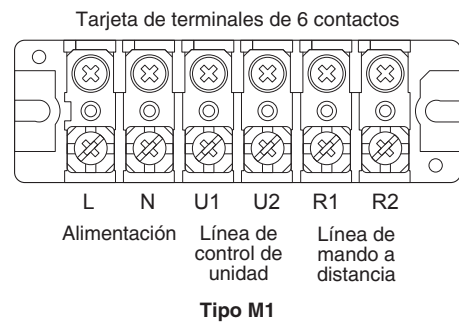

Fig. 4-2
- (1) Consulte el apartado "4-2. Longitud y diámetro de cables recomendados para el sistema de alimentación" para la explicación de "B", "C", "D" y "E" en el diagrama anterior.
- (2) El diagrama de conexiones básicas de la unidad interior muestra las tarjetas de terminales, por lo que las tarjetas de terminales de su equipo pueden ser distintas de las ilustradas. (Fig. 4-2)
- (3) Deberá ajustarse la dirección del circuito de refrigerante (R.C.) antes de activar la alimentación.
- (4) Con respecto al ajuste de la dirección R.C., consulte las instrucciones de instalación suministradas con la unidad del mando a distancia (opcional). El establecimiento automático de direcciones se puede ejecutar con el mando a distancia de forma automática. Consulte las instrucciones de instalación suministradas con la unidad del mando a distancia (opcional).